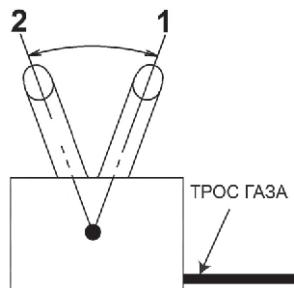

Рис. 13 Положения рычага газа
- Переведите рычаг газа 7 (Рис. 1) на 1/3 хода в сторону положения максимальных оборотов двигателя (Рис. 13).
1. Переведите двигатель в режим холостого хода, для этого переведите рычаг газа в положение 2 холостых оборотов двигателя (Рис. 13) и дайте двигателю поработать примерно 1 минуте.
5. Переведите рычаг газа в положение 1 максимальных оборотов двигателя (Рис. 13).